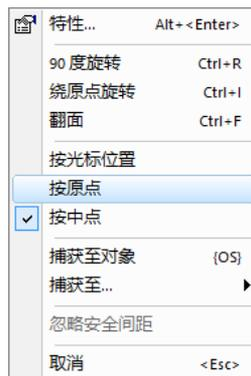

图 10-19 右键快捷菜单
(3) 在元器件/元器件组的移动过程中，单击鼠标右键，弹出如图 10-19 所示的右键快捷菜单。
(4) 移动元器件/元器件组到需要的位置，单击鼠标左键放置元器件，完成移动操作。
(5) 也可以在元器件移动过程中，利用无模式命令来精确定位元器件。例如，想要将元器件移动到原点处，则在元器件附着在光标上时，输入“s 0 0”，按<Enter>键，则元器件移动到原点位置。注意，利用该方法移动元器件时，可以根据需要设置元器件移动时以元器件的几何中心为准，还是以元器件的某个定点为准，这里不再赘述，参见第 7 章的相关内容。
(6) 用户也可以利用键盘上的方向键来进行元器件/元器件组位置的微调。每按动一次方向键，则元器件在指定方向上移动一个设计栅格距离。